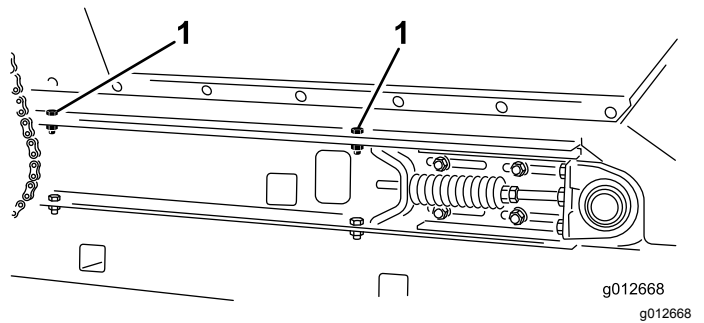

Figura 26
2. A cada lado de la máquina, retire 2 tornillos, 2 arandelas y 2 contratuercas que fijan la tolva a los travesaños del bastidor deslizante (Figura 26).